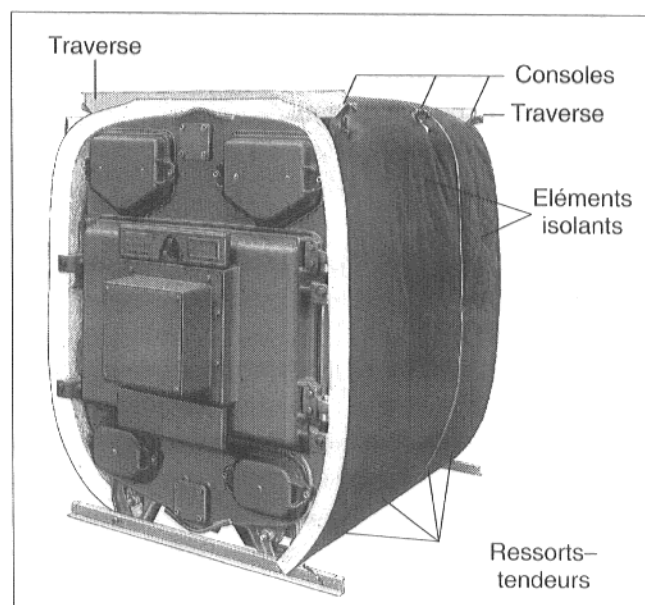

Fig. 37
- Lorsque les éléments sont posés sur le bloc de la chaudière, comme indiqué au point 9.2., palper les consoles, puis entailler les éléments isolants aux endroits des consoles et faire ressortir celles-ci (Fig. 37).
- Visser la longue traverse devant en haut et la courte en haut derrière à l'aide de vis M8 x 16 sur les deux derniers éléments. Les rebords doivent pointer vers l'extérieur (Fig. 37).